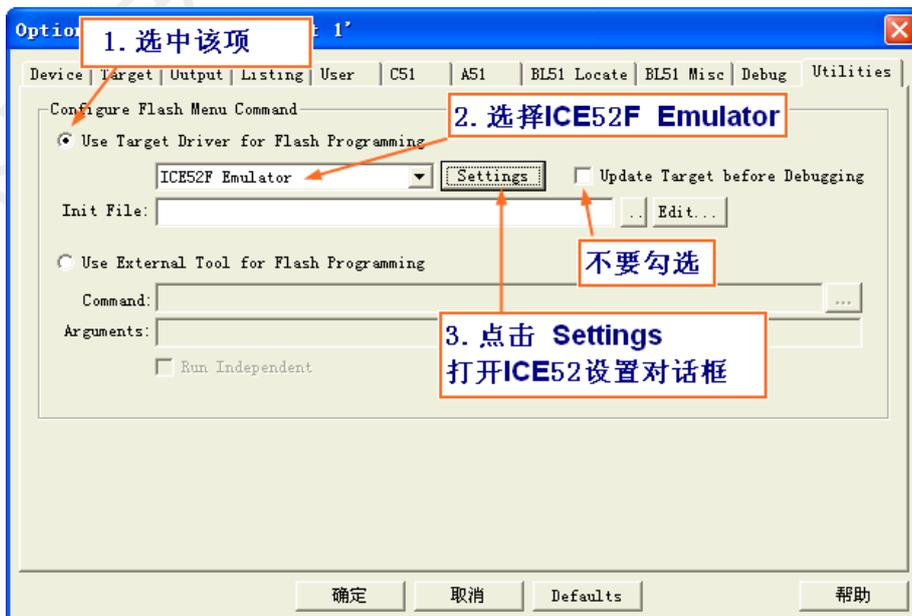

图 4.3 Keil 编程设置
2) 点击工具栏按钮，然后点击 Unitilies 选项页，按图 4.3 中的设置步骤进行设置。